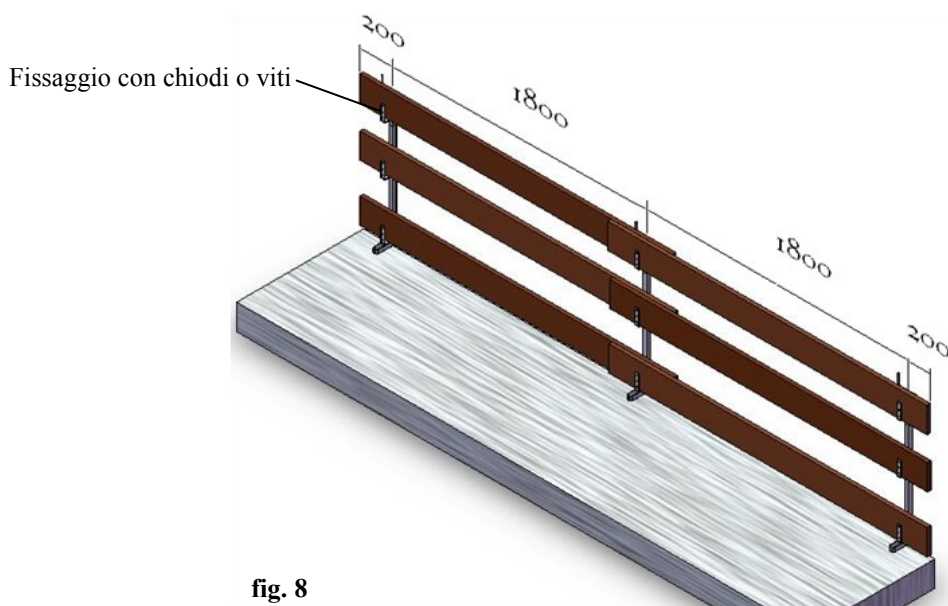

fig. 8
- Completare il montaggio del sistema di protezione provvisorio, inserendo negli appositi sostegni, le tavole (fig. 8 a pag. 9) in legno di abete o di altra essenza (classe minima di resistenza C16 – UNI EN 338), o con altri profili metallici in grado di resistere ai carichi richiesti dalla normativa UNI EN 13374;
- Le tavole (fig. 8) o i profili utilizzati devono essere integri sotto l'aspetto della resistenza e la loro lunghezza minima deve essere superiore di almeno 400 mm a due campate. (esempio: 1800 mm + 1800 mm + 200 mm + 200 mm = 4000 mm)